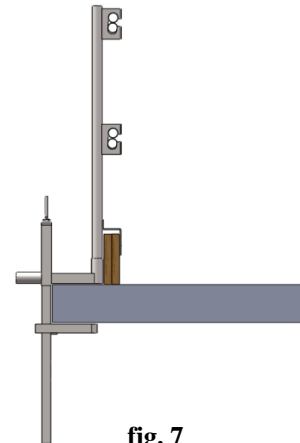

fig. 7
- Insérer le montant dans son logement, dedans le tubulaire circulaire ( Fig. 7, page 9) ;